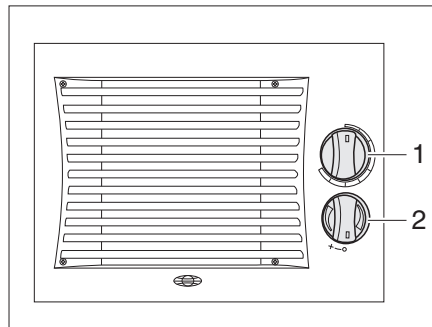

Fig. 216 Boutons de commande d'échangeur de chaleur supplémentaire
- Tourner le bouton tournant (Fig. 216,1) du régulateur de débit jusqu'à la position souhaitée. Le circuit d'eau est ouvert.
- Tourner l'interrupteur (Fig. 216,2) du ventilateur à air pulsé dans le sens des aiguilles d'une montre.
- Tourner l'interrupteur de soufflerie (Fig. 216,2) sur "O".
- Tourner entièrement le bouton tournant (Fig. 216,1) du régulateur de débit dans le sens inverse.